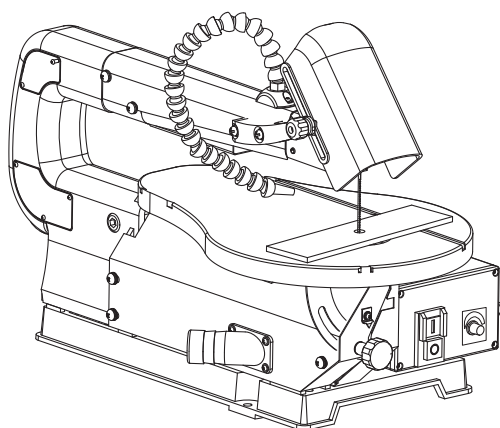

Fig. 13
- > Também para os cortes de contornos internos, perfure primeiro um orifício através do qual pode introduzir e tensionar a lâmina de serra. Desta forma, poderá cortar o contorno interno fechado. (Fig. 13)